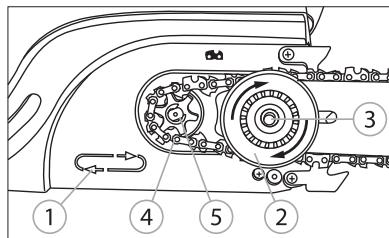

Рис. 6
- Убедитесь, что направление звеньев пильной цепи совпадает с маркировкой на корпусе пилы 1 (рис. 6). Установите механизм натяжителя вместе с шиной 2 (рис. 6) на ось 3 (рис. 6) и цепь 4 (рис. 6) на звездочку 5 (рис. 6).
- Прижмите шину рукой к креплению на корпусе, слегка натяните цепь, вращая механизм натяжителя 2 (рис. 6) по часовой стрелке.